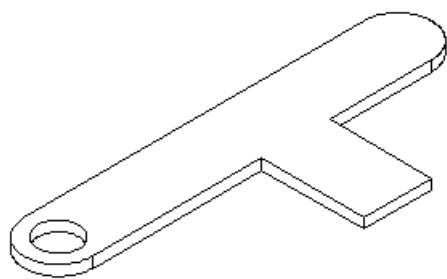

图 8-140 绘制轴测图练习 1
(6) 上机练习: 绘制如图 8-140 所示的等轴测图, 尺寸自定。